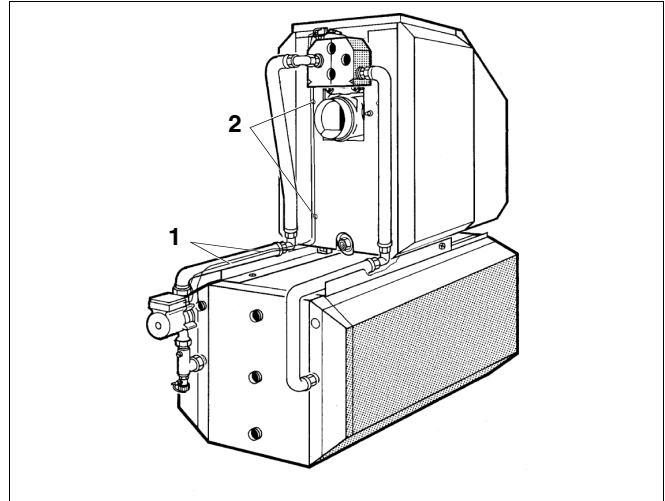

Abb. 13
- Kabelclips (Abb. 13, Pos. 2) in die Rückwand des Heizkessels einsetzen.
- Warmwasser-Temperaturfühlerleitung und Pumpenanschlussleitung sorgfältig verlegen und in die Kabelclips (Abb. 13, Pos. 2) einrasten lassen. (Montageanweisung Heizkessel bzw. Speicher).